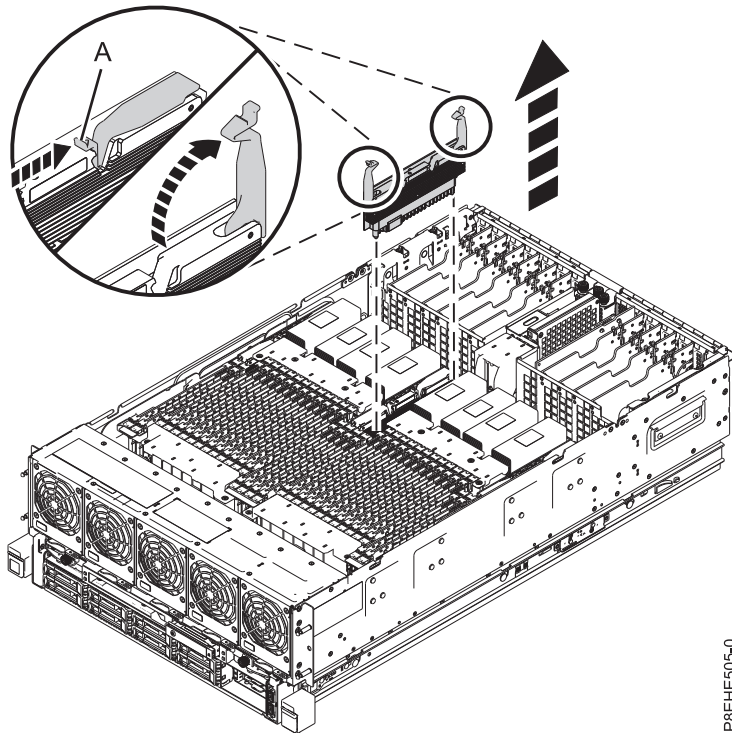

Figure 12. Retrait d'un régulateur de tension de processeur du système
- a. Sortez les languettes de connecteur (A) en les tirant vers le haut, comme illustré dans la figure 12, à la page 21.